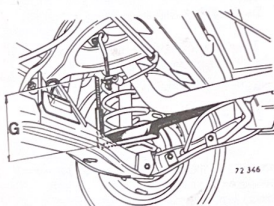

Fig. 55.—Modo de comprimir la suspensión trasera para apretar las articulaciones.
Apretar las articulaciones con el brazo trasero en la posición horizontal, lo que corresponde a una distancia (G) de 130 mm; distancia entre la parte superior del eje trasero y la parte inferior del larguero (Ver fig. 55).